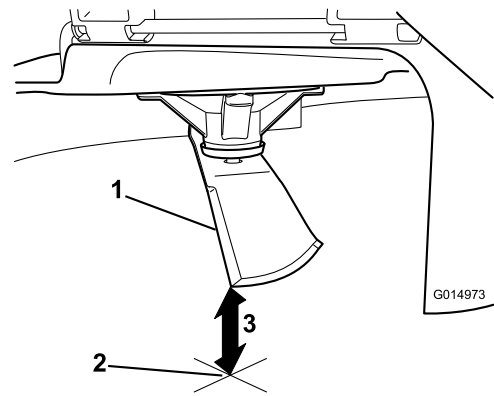

Figura 59
3. Meça da ponta da lâmina até à superfície plana (Figura 59).